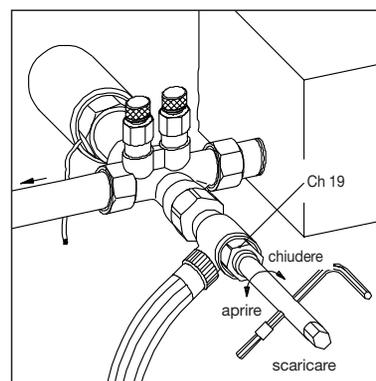

Fig. 4:
- 4 Posizionare l'attrezzo di scarico e carico sulla valvola e fissare il tubo di gomma da $\frac{1}{2}$ " (fig. 4).
- 5 Posizionare la chiave esagonale Ch 10 sull'attrezzo di scarico e carico e girando in senso antiorario si scarica o si sfiata la batteria di raffreddamento dell'impianto a soffitto (fig. 4).
- 2 Dopo il ricaricamento posizionare la chiave esagonale Ch 10 sull'attrezzo e chiudere girando in senso orario (fig. 4).